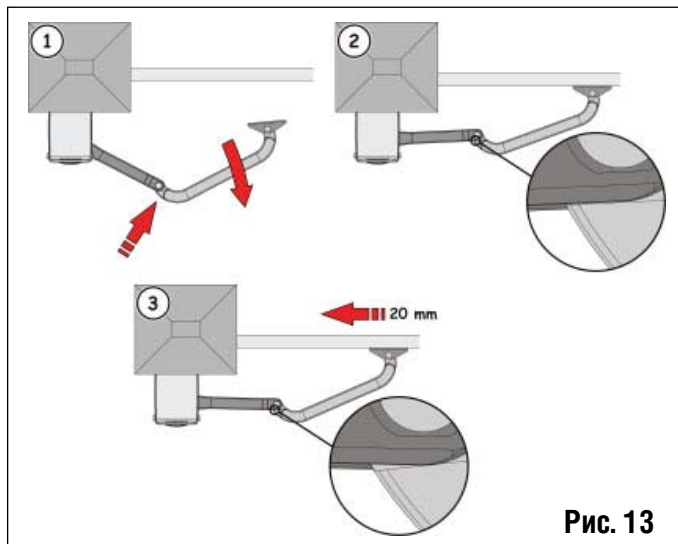

Рис. 13
- Прислоните передний кронштейн к полотну, Рис. 13 поз. 2.
- Отодвиньте передний кронштейн примерно на 20 мм и отметьте отверстия крепежа, рис. 13 п. 3
- Переместите кронштейн, и полотно в конечное положение удостоверьтесь, что эти две детали не воздействует друг друга, как показано в рис. 13 п. 2.